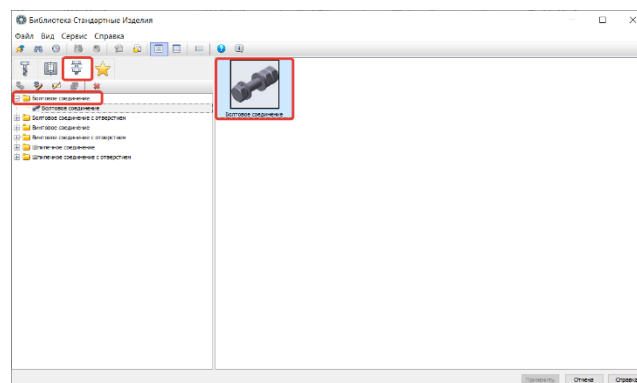

Рисунок 348 – Болтовое соединение
- Вызовем команду Болтовое соединение в библиотеке стандартных изделий (Рисунок 348);